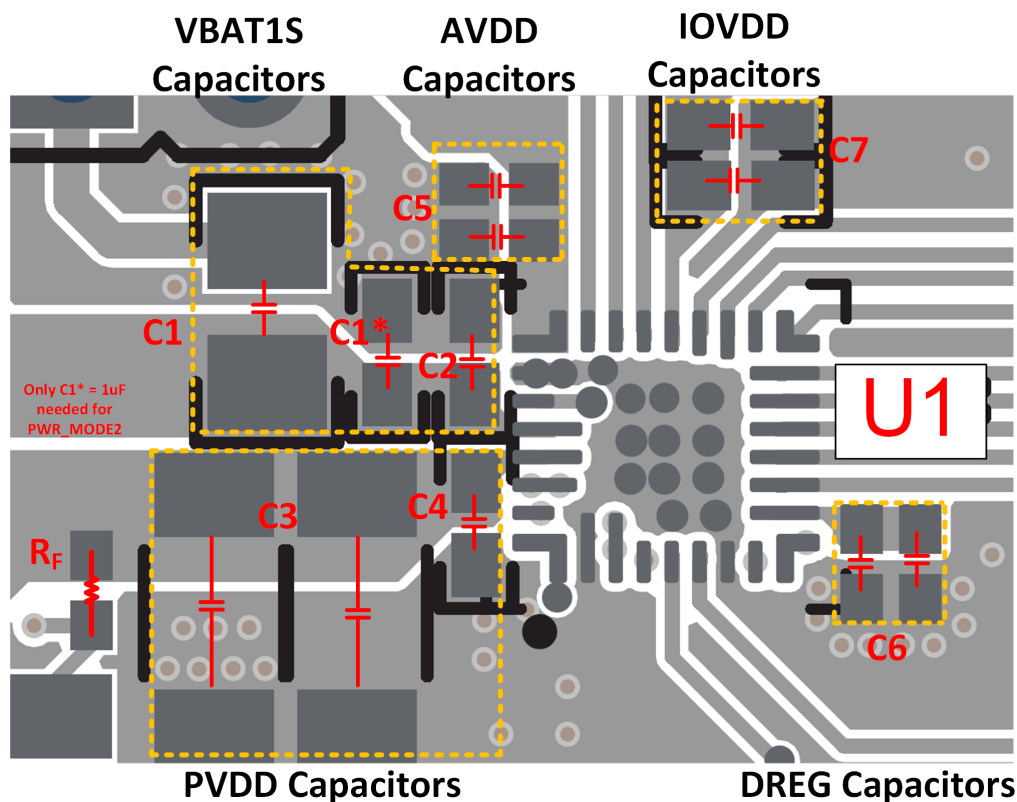

図 12-1. レイアウトと部品の配置 - 上層
- PVDD と VBAT1S のデカップリング・コンデンサは、ピンにできる限り近づけて配置してください (図 12-1 を参照)。